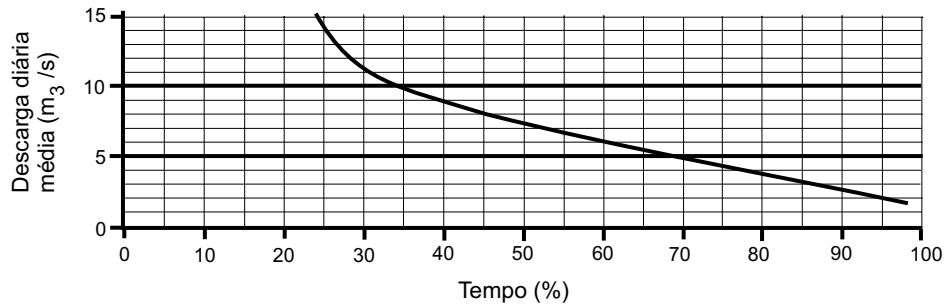

Figura 1 – Curva de permanência de vazões no Local A
- * No local A, está-se prevendo a implantação de uma PCH (Pequena Central Hidrelétrica). O aproveitamento hidrelétrico será feito por duas turbinas hidráulicas idênticas com seus respectivos geradores. A vazão total derivada será igual ao valor da Q_{95} (vazão que tem a permanência de 95% do tempo). A curva de permanência das vazões para este local está apresentada na Figura 1. A altura de queda bruta adotada para o dimensionamento da turbina é de 113,00 m, e a perda de carga total é de 2,0 m.